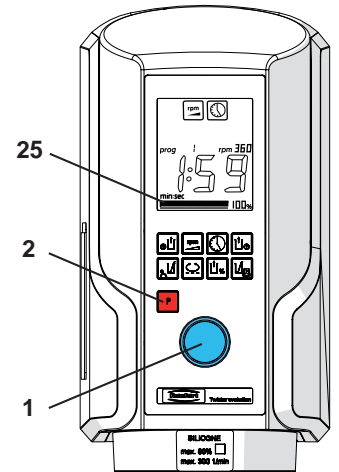

図. 8
- ⇒容器が独りでの吸い付き、バキュームのバー表示が半分を超えてから、スタートします(25, 図. 8)！